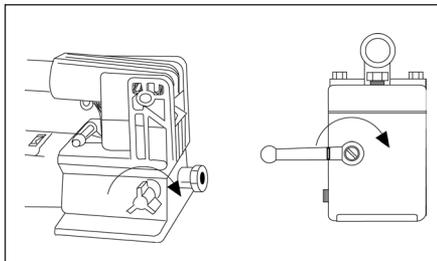

図6
1. 図6のように時計方向にリリースバルブを回して閉じます。